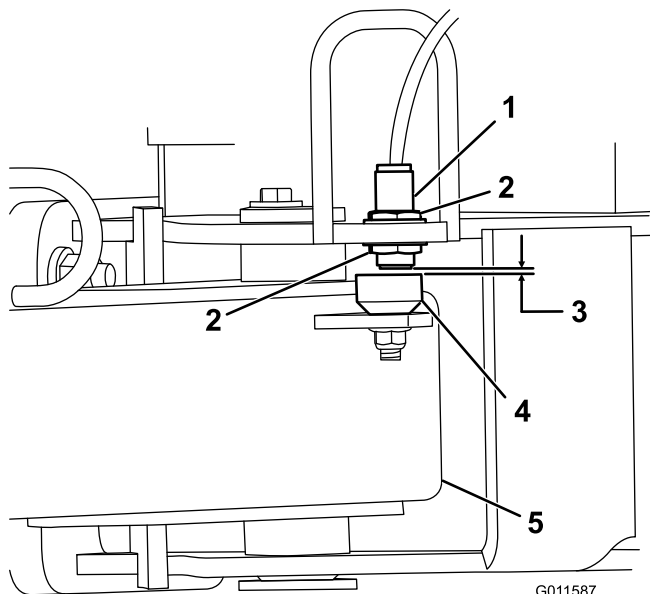

Bild 4
5. Lösen Sie die Klemmmuttern, mit denen der Proximityschalter am Rahmen befestigt ist. Senken Sie den Schalter ab, bis er $3,3 \pm 0,7$ mm von der Sensorplatte an der Anbauvorrichtung ist (Bild 4). Ziehen Sie die Klemmmutter an, um die Einstellung beizubehalten.